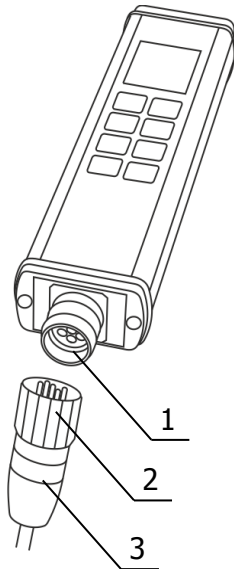

Рисунок 4 — Подключение датчика
2.2.2 Для подключения датчика к электронному блоку (рисунок 4) следует: